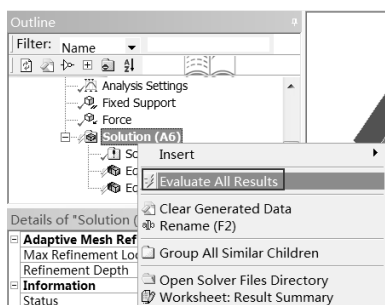

图 5-185 快捷菜单
Step5：在 Outline（分析树）中的 Solution（A6）选项上单击鼠标右键，在弹出的快捷菜单中选择 Evaluate All Results 命令，如图 5-185 所示。